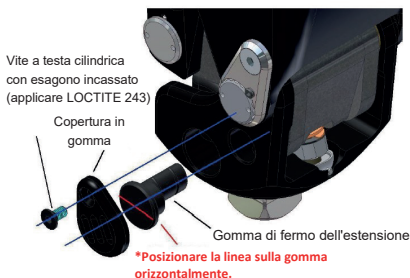

Fig. 19 Sostituzione della gomma di fermo dell'estensione
3. Inserire la nuova gomma di fermo dell'estensione nella direzione mostrata nella Fig. 19. Può essere inserita facilmente se l'articolazione del ginocchio si trova nello stato di appoggio-flessione.